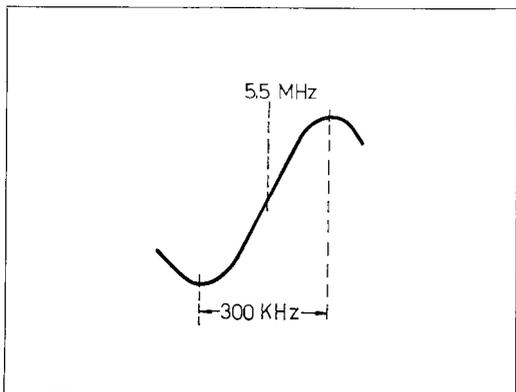

Fig. 3.11.1 Risposta del discriminatore suono
- 5) Regolare la vite superiore (secondario) del trasformatore rivelatore L 351/S fino ad ottenere una curva simmetrica e con la parte centrale rettilinea (fig. 3.11.1).